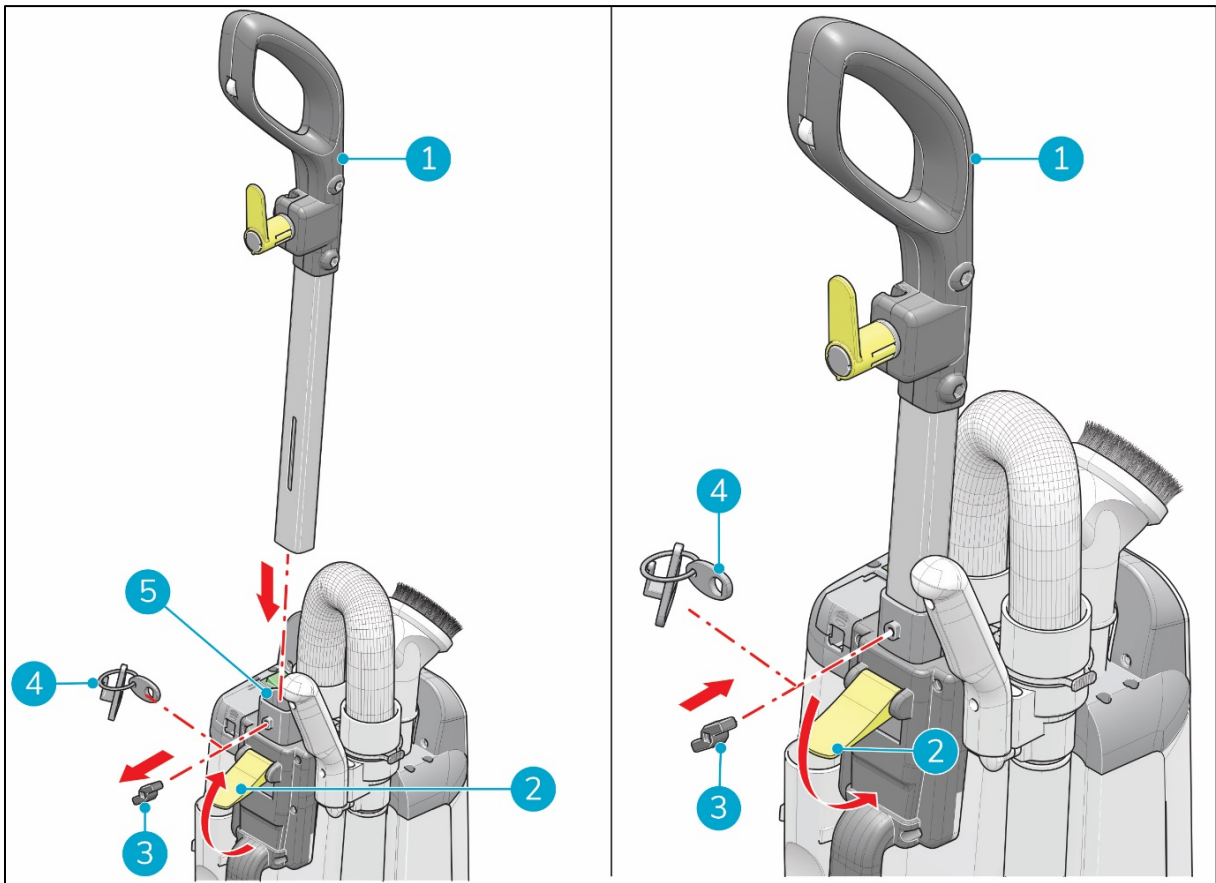

Abbildung 7
1. Lösen Sie die Rändelschraube (Abbildung 7, Pos. 3).
2. Halten Sie die Zugentlastung (Abbildung 7, Pos. 4) mit einer Hand.
3. Lösen Sie den Riegel (Abbildung 7, Pos. 2).
4. Führen Sie den Griff (Abbildung 7, Pos. 1) in die Grifföffnung ein (Abbildung 7, Pos. 5).
5. Setzen Sie die Rändelschraube (Abbildung 7, Pos. 3) in die Zugentlastung (Abbildung 7, Pos. 4) ein.
6. Ziehen Sie die Rändelschraube fest (Abbildung 7, Pos. 3).
7. Schließen Sie den Riegel (Abbildung 7, Pos. 2).